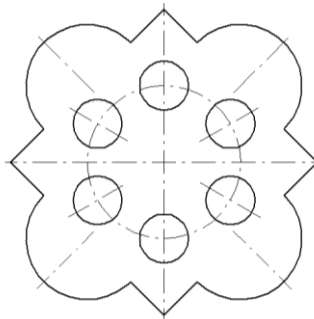

Рис. 55
8. Построить окружность радиусом 30 мм осевой линией (рис.55), разделить ее на шесть частей. Из полученных точек как из центров построить шесть окружностей R5.